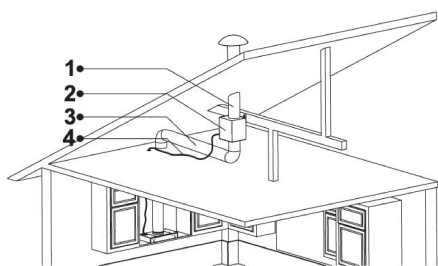

Fig. 20
- 11.** Tilslut nu aftrækskanalerne på motorkabinettet (Fig. 20).